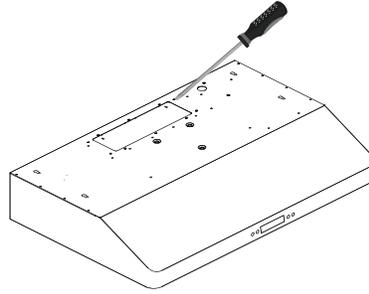

Figure 4
- Selon l'option de ventilation extérieure choisie (Voir Page 10), sortez le panneau d'acier soit sur le haut ou à l'arrière de la hotte. (Voir Figure 4)